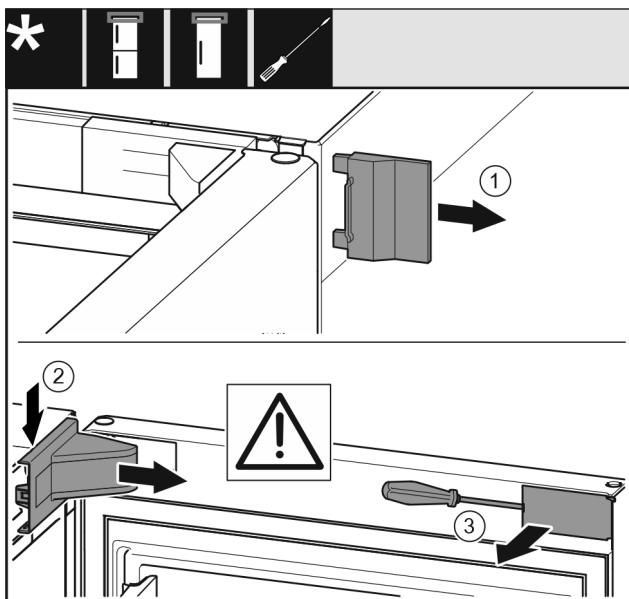

Fig. 12 *
- ▶ Αφαιρέστε το εξωτερικό κάλυμμα Fig. 12 (1)*
- ▶ Ξεκουμπώστε και αφαιρέστε το κάλυμμα του στηρίγματος Fig. 12 (2)*
- ▶ Ξεκουμπώστε το διακοσμητικό κάλυμμα Fig. 12 (3) με ίσιο κατσαβίδι και παραμερίστε το προς το πλάι.*